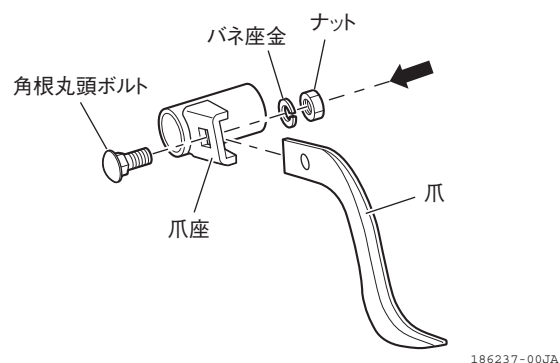
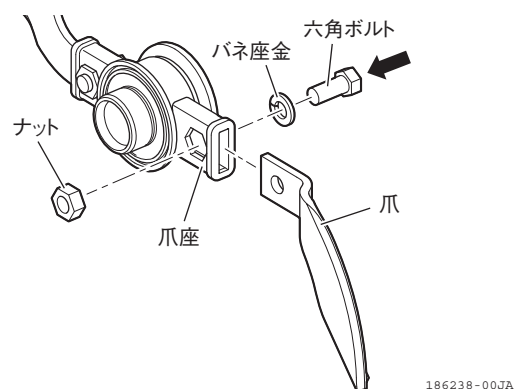

図 4-27
図 4-28
- 耕うん爪取付ボルト（各爪座）（図 4-27、図 4-28）